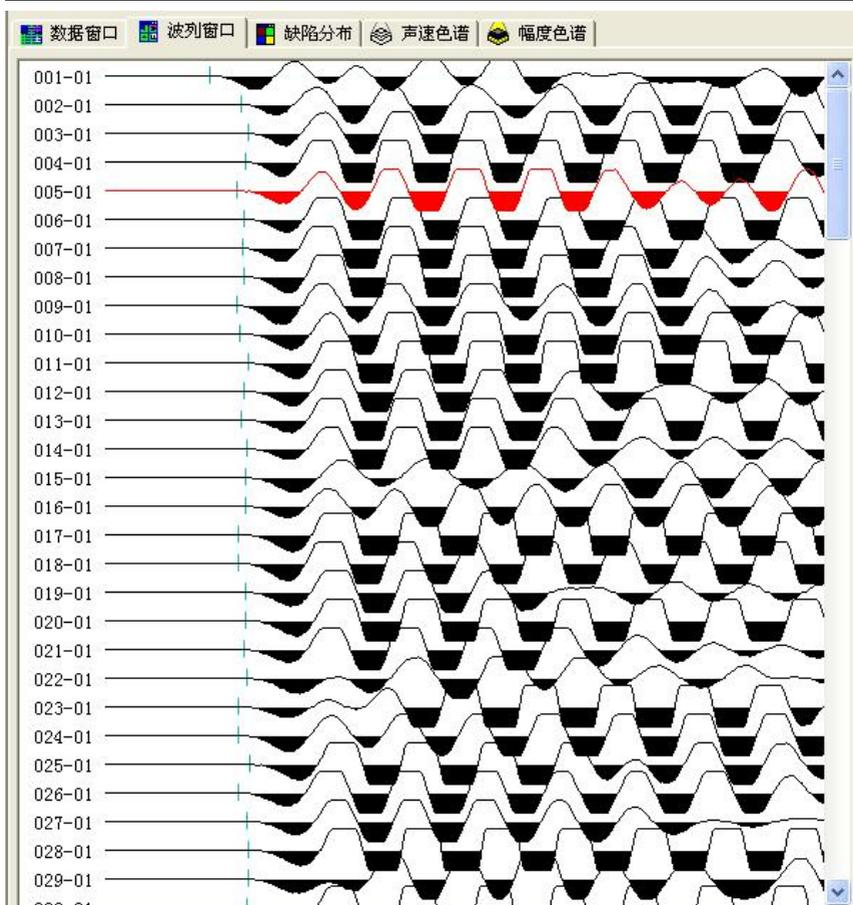

图 5.18 波列窗口
A. 波列窗口。用于显示当前检测面的波列及各个波形对应的深度。当鼠标在波列窗口中滑动时，经过某一波形时该波形颜色变成蓝色，且鼠标变成手形，表示此波形处于可选状态，此时如果单击鼠标左键，则该波形颜色变成红色，表示该波形被选中，同时该波形显示在单波分析窗口中并可以对该波形进行分析 (如图 5.18)。